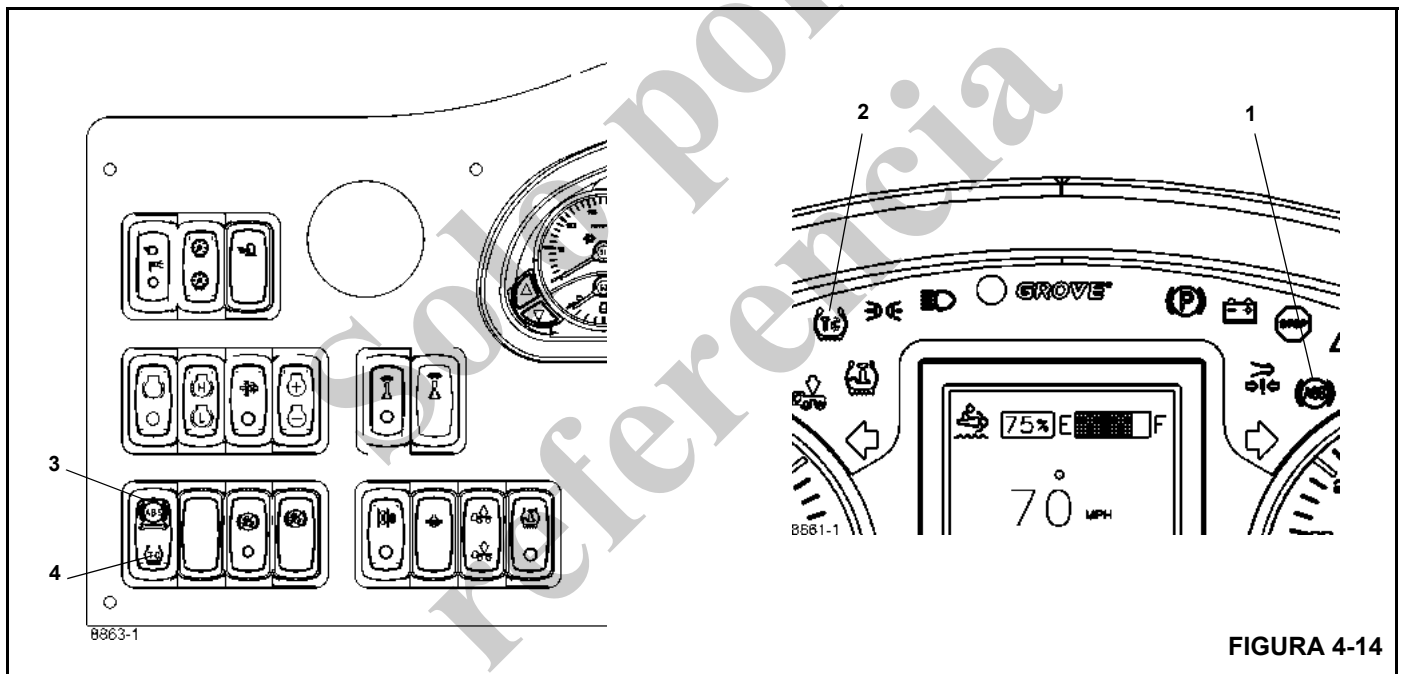

FIGURA 4-14
Cuando se conecta la alimentación durante el encendido, la ECU ilumina el indicador de ABS (1) (Figura 4-14) por apro-
El interruptor de ABS/control de tracción, (3) (Figura 4-14), se utiliza para el diagnóstico de averías en el sistema, junto con los códigos indicados por destellos en el indicador de ABS. Consulte el *manual de servicio* para más información.
- El interruptor de uso fuera de carretera del ATC (4) (Figura 4-14) permite un mayor giro de las ruedas (par motor mayor) cuando se activa. Está destinado para uso en condiciones adversas, generalmente fuera de carreteras pavimentadas. El interruptor activa el uso fuera de carretera del ATC cuando se pulsa una vez y lo desactiva cuando se pulsa una segunda vez y cada que el sistema hace en un ciclo de alimentación eléctrica.
El indicador del ATC (2) (Figura 4-14) destella rápidamente cuando el ATC está en funcionamiento.
Cuando se conecta la alimentación durante el encendido, la ECU ilumina el indicador del control automático de tracción (ATC) (2) (Figura 4-14) por aproximadamente 2.5 segundos, después de lo cual la luz se apaga si no se detectan códigos de diagnóstico.
Para activar el modo de conducción fuera de carretera del ATC, pulse la parte inferior del interruptor de ABS/control de tracción (4) (Figura 4-14) una vez. Cuando se coloca la ECU en modo de conducción fuera de carretera, el indicador de ATC destella lentamente, 1.0 s iluminado y 1.5 s apagado, para indicar al operador que el modo de conducción fuera de carretera está activado.